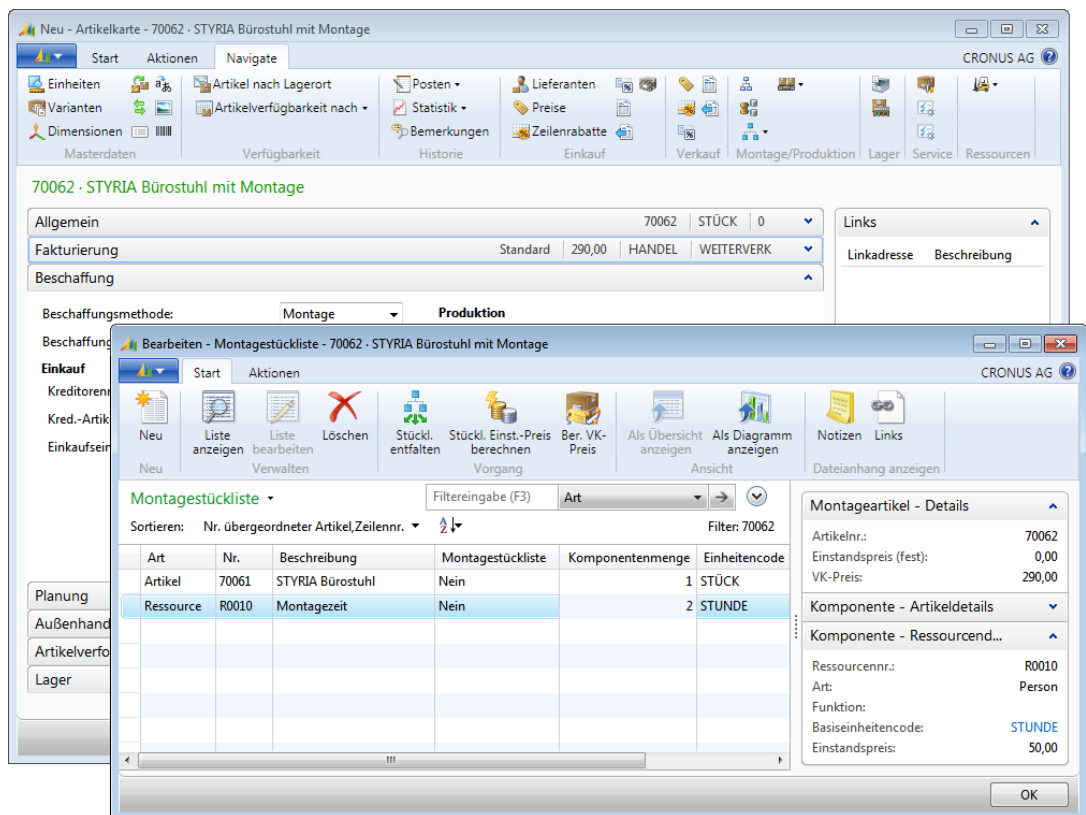

Abbildung 5.15 Erfassen der Ressource als Komponente in der Montagestückliste
12. In der zweiten Zeile der Montagestückliste wählen Sie die Option »Ressource« in der Spalte *Art* und die Ressourcennummer der Ressource »Montagezeit« in der Spalte *Nr.* In der Spalte *Komponentenmenge* tragen Sie die Menge »2« ein (siehe Abbildung 5.15).